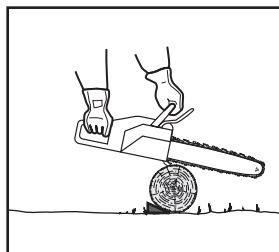

Fig. 37
6. Dacă diametrul lemnului este suficient de mare ca să introduci o pană fără a atinge lanțul, ar trebui să folosești pana pentru a ține deschisă tăietura și a împiedica prinderea produsului (Fig. 37).